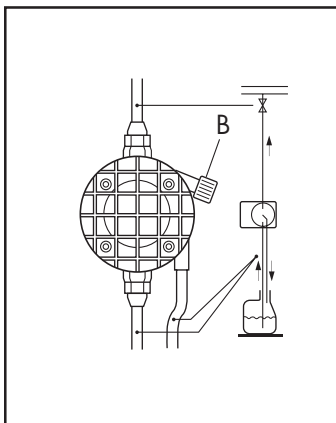

Fig. 7
- Aprire gradualmente la valvola di sfiato B sino al riempimento del corpo pompa, verificando la fuoriuscita di prodotto dal tubetto di sfiato (vedi fig. 7 pos. B).